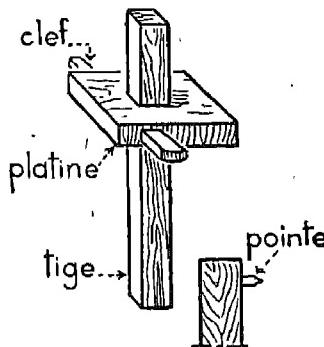

Fig. 18. — Trusquin de menuisier.
a) Le trusquin de menuisier (fig. 18), construit en bois dur, se compose de trois pièces :